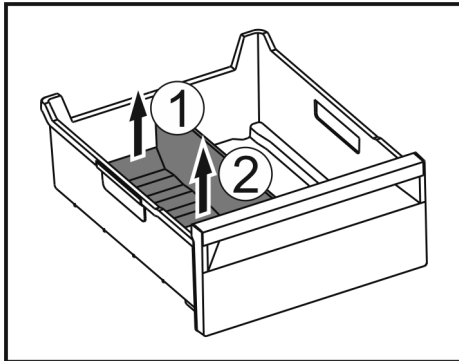

Fig. 99
- ▶ Levantar la parte posterior del separador para congelador. Fig. 99 (1)
- ▶ Extraer el separador para congelador hacia arriba. Fig. 99 (2)